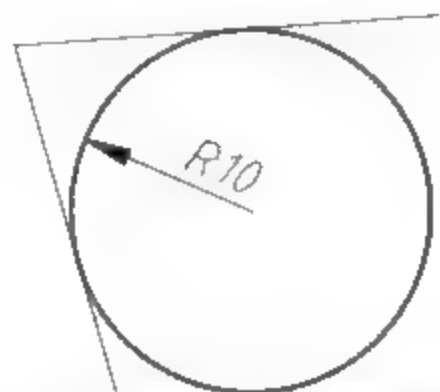

图3-50 指定切点与半径绘制圆
- 相切、相切、半径 (T)：通过选择圆与其他两个对象的切点和指定半径值来绘制圆。系统会提示指定圆的第一切点和第二切点及圆的半径，如图3-50所示。